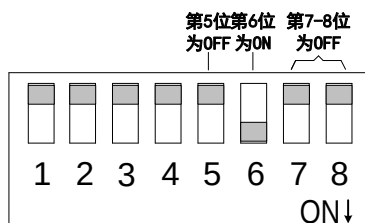

图 4.22 -3.3V~+3.3V 差分信号调速的拨码开关配置
-3.3V~+3.3V 差分信号模拟信号占空比调速方式的码开关配置如图 4.22 所示。第 1-3 位配置电机额定电流 (如何配置电机额定电流见表 2.2); 第 4 位配置堵转时间 (如何配置见表 2.3); 第 5-7 位配置调速方式 (如何配置调速方式见表 2.4), 我们将第 5 位拨到 OFF, 第 6 位拨到 ON, 第 7 位拨到 OFF; 第 8 位控制方式位拨到 OFF。